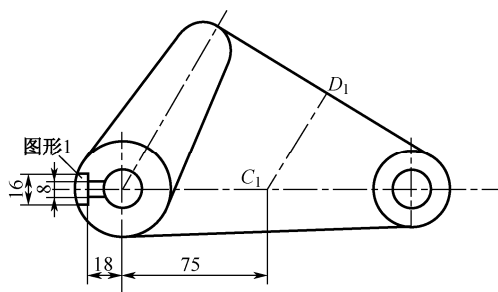

图 3-52 绘制定位线  $C_1D_1$  及倾斜部分图形 1
- 第三步，绘制定位线  $C_1D_1$ ，如图 3-52 所示。
- 第四步，使用“直线”命令，结合“极轴”“对象追踪”功能，在  $\phi 20$  的圆的正左方绘制倾斜部分图形 1，如图 3-52 所示。